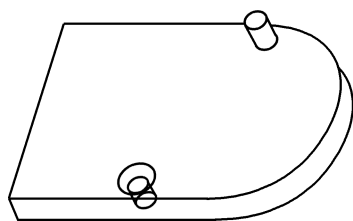
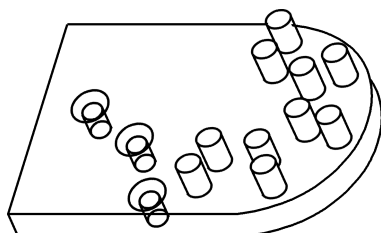
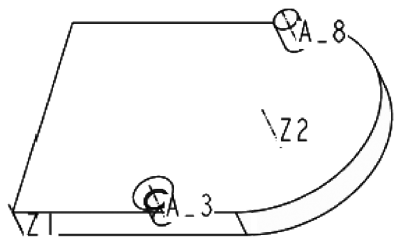
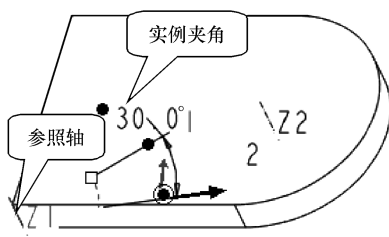

图 8-37 原特征
图 8-38 环形阵列
图 8-39 创建基准轴
图 8-40 设置阵列参数
【例 8-6】 利用给定模型（见图 8-37）创建如图 8-38 所示的阵列。
- (1) 打开文件“liti8-8.prt”，如图 8-37 所示。
- (2) 将模型树插入特征符号  在此插入 拖动到“拉伸 1”和“孔 1”之间。
- (3) 分别通过底板左前棱线和右端圆柱面创建轴线，并将其命名为“Z1”和“Z2”，如图 8-39 所示。
- (4) 将模型树插入特征符号  在此插入 拖动到模型树的最后。
- (5) 在模型上选取底板上的沉头孔。
- (6) 按钮【编辑特征】工具栏中的【阵列】按钮 ，消息区弹出【阵列】操控板。
- (7) 在对话框的【阵列方式】下拉列表框中选择【轴】选项。
- (8) 激活【方向1】的【方向参照】收集器，在模型上选择“Z1”轴作为参照轴线。
- (9) 在对话框方向1后的【实例数量】文本框中输入“3”，按〈Enter〉键确认。
- (10) 在对话框方向1后的【实例夹角】组合框中输入“30”，按〈Enter〉键确认，此时图形区如图8-40所示。
(11) 在图形区按钮鼠标中键，完成阵列特征。